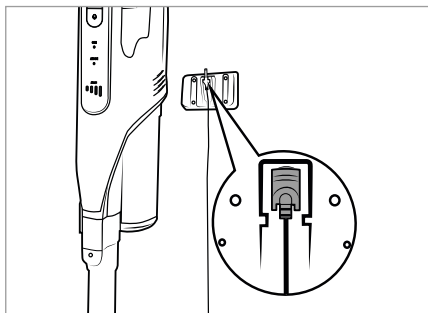

Fig. 6
- ♦ Coloque la aspiradora en el soporte mural **13** desde arriba de forma que el conector coaxial **11** se introduzca en la conexión de carga **3** de la parte inferior del aparato. Tras esto, el indicador de la batería **25** comienza a parpadear y se inicia el proceso de carga (consulte la fig. 6 y la 7).